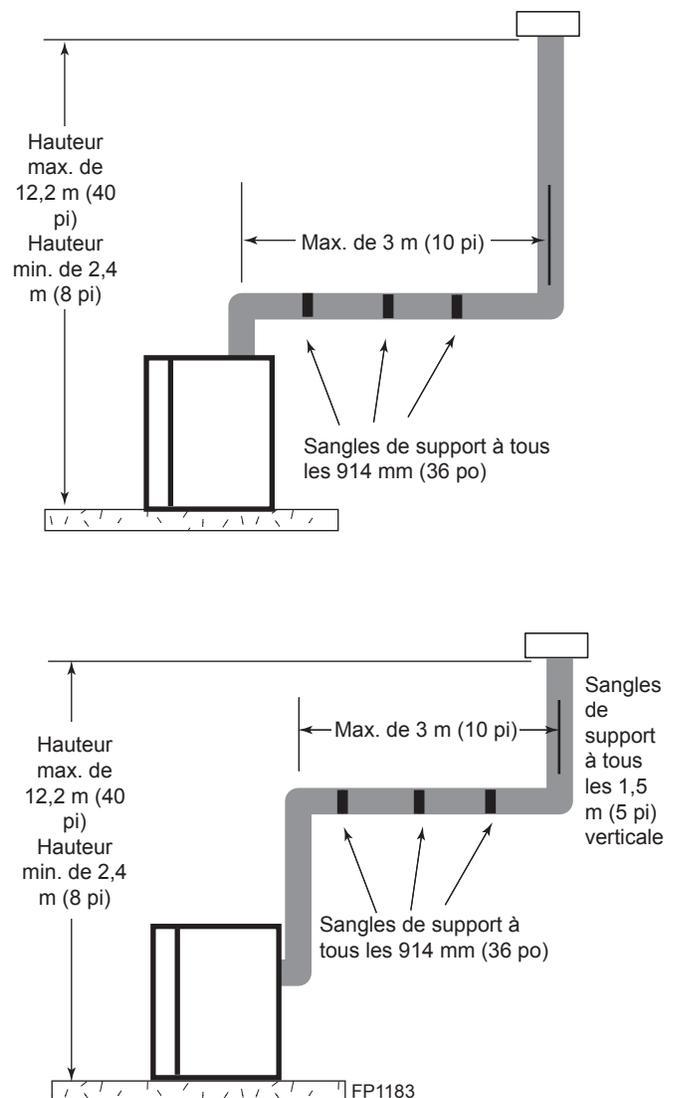

Figure 30 -
- Les installations verticales pouvant atteindre une hauteur de 12 m (40 pi). La course horizontale de cheminée d'aération pouvant être installée dans le système de ventilation peut atteindre jusqu'à 3 m (10 pi), en utilisant au maximum deux coudes de 90°. Figure 30